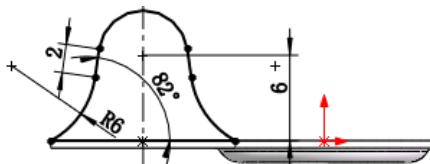

图 8.15 边线—法兰 1 草图
(3) 定义法兰参数。
① 定义法兰角度值。在 **角度(A)** 区域的 文本框中输入角度值 90.0。
② 定义长度类型和长度值。在“边线法兰”对话框的 **法兰长度(L)** 区域的 下拉列表中选择 **给定深度** 选项，在 文本框中输入深度值 2。在此区域中单击“外部虚拟交点”按钮 .
③ 定义法兰位置。在 **法兰位置(N)** 区域中，单击“折弯在外”按钮 .
(4) 单击 按钮，完成边线—法兰 1 的初步创建。
(5) 编辑边线—法兰 1 的草图。在设计树的 边线—法兰 1 上右击，在系统弹出的快捷菜单中单击 命令，系统进入草图环境。绘制图 8.15 所示的草图，退出草图环境，此时系统完成边线—法兰 1 的创建。